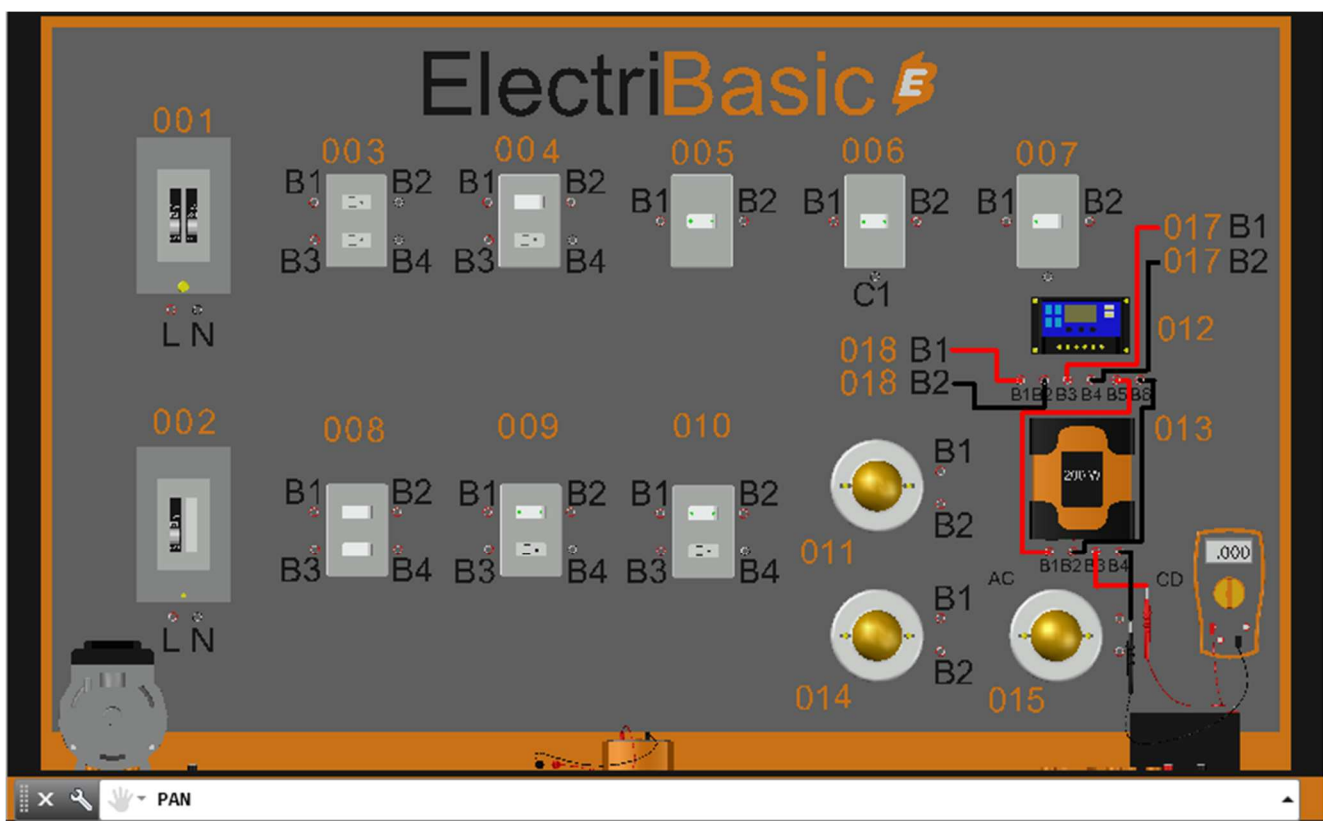

Fig.1 Medición de salida fotovoltaica.
- 4.-Así se tendrá conectado el sistema fotovoltaico y se podrá medir el voltaje de corriente alterna en terminales 013-B3 y 013-B4 con el multímetro 019 como se muestra en la Fig.1